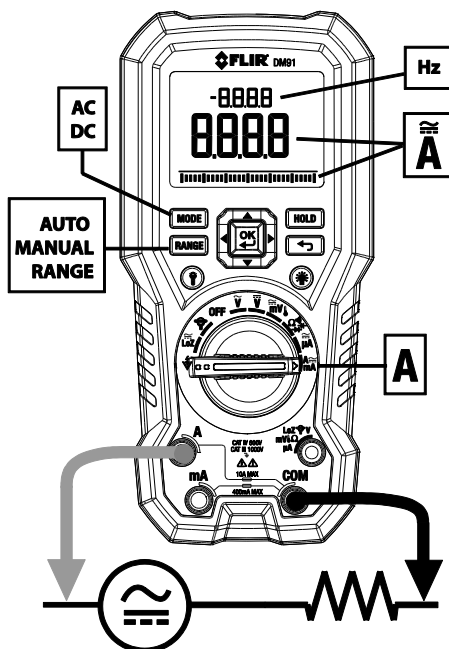
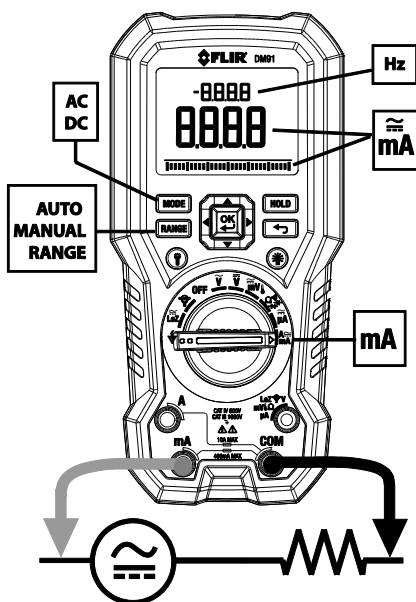
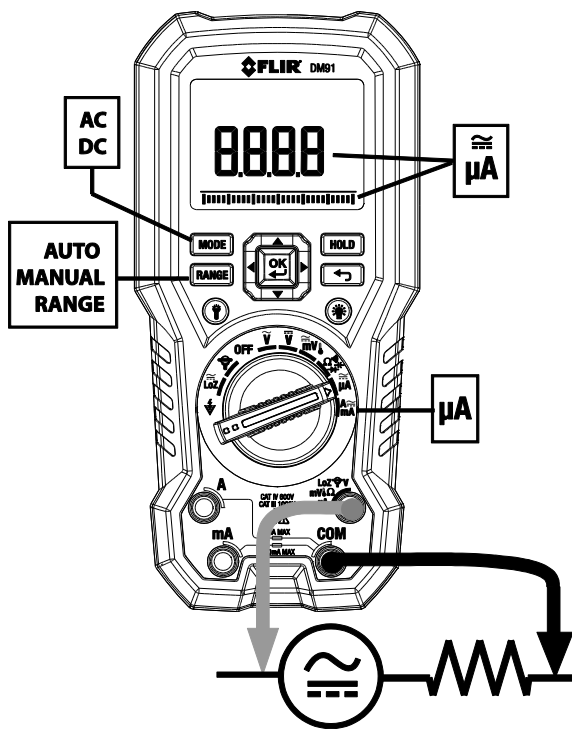

Fig. 5-8 Mesure de courant de haute intensité en A et de fréquence
Fig. 5-9 Mesure de courant en mA et de fréquence
Fig. 5-10 Mesure de courant en μA
4. Connectez les cordons de mesure en série à la partie illustrée dans la Fig. 5.7 et la Fig. 5-8 pour les mesures en « A », à celle illustrée dans la Fig. 5-9 pour les mesures en mA, ou à celle illustrée dans la Fig. 5-10 pour les mesures en μA.